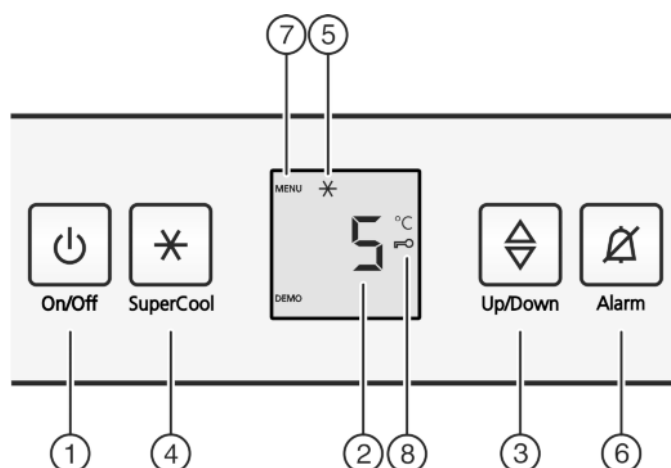

Fig. 2
- ▶ Appuyez sur la touche marche/arrêt *Fig. 2 (1)*.
- ▶ Appuyer env. 5 secondes sur la touche SuperCool *Fig. 2 (4)*.
- ▷ Le symbole Menu *Fig. 2 (7)* apparaît dans l'affichage.
- ▶ Confirmer brièvement avec la touche SuperCool *Fig. 2 (4)*.
- ▷ Le symbole Sécurité enfants *Fig. 2 (8)* s'allume dans l'affichage.
- ▶ Appuyer brièvement sur la touche On/Off *Fig. 2 (1)*.
- ▶ Appuyer sur la touche Alarme *Fig. 2 (6)*.
- Appeler la fonction de température : appuyer sur la touche de réglage *Fig. 2 (3)*.
- Modifier la température par incrément de 1 °C : appuyer sur la touche de réglage *Fig. 2 (3)* jusqu'à ce que la température souhaitée apparaisse dans l'affichage de température.
- Appuyer brièvement sur la touche SuperCool *Fig. 2 (4)*.
- ▷ Le symbole SuperCool *Fig. 2 (5)* s'allume dans l'affichage.
- ▷ Le symbole SuperCool *Fig. 2 (5)* s'éteint dans l'affichage.